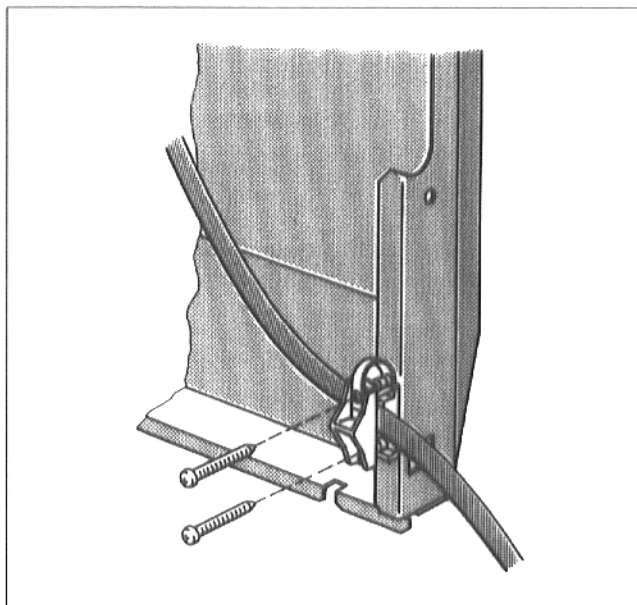

Fig. 13
- Poser le câble du brûleur dans l'antitraction et visser cette dernière à l'aide de deux vis Parker. (figure 13).